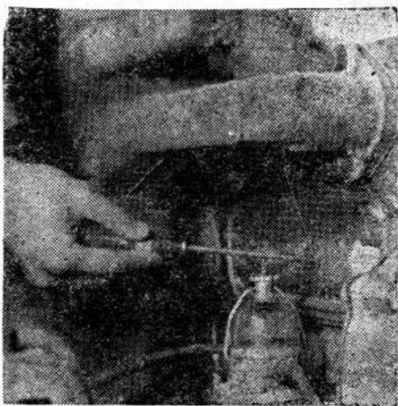

图 6
3. 发动发动机，以手心将起子顶住缸体气门室盖处，有震动感觉，此处震动较别处大（图6）。